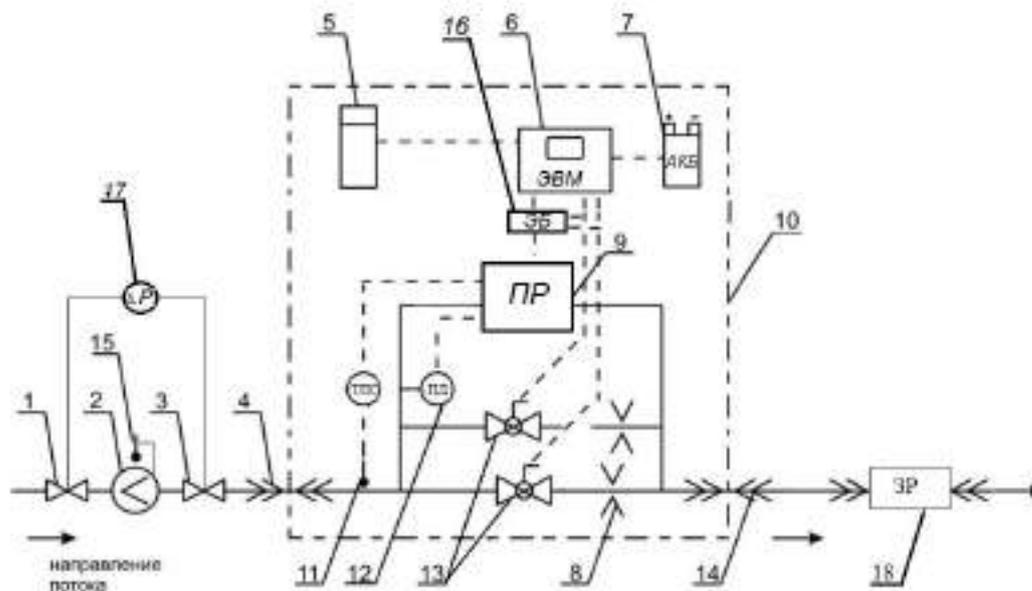

Рисунок 1 – Функциональная схема Установки
Перекрывают подвод газа к поверяемому счетчику, перекрыв запорную арматуру (рисунок 1, позиция 3).
Подсоединяют к системе газоснабжения вводной и выводной шланги установки (рисунок 1, позиции 4 и 14) при помощи быстросъемных наконечников.
1.5.6 При опробовании плавно открывают запорную арматуру (рисунок 1, позиция 3) и запускают потребитель газа (например, одну из горелок газовой плиты).
2.2.5 Подключение Установки к системе газоснабжения с помощью шлангов (позиция 4, 14, рисунок 1) и отключение от нее производится только при выключенном питании Установки и закрытой запорной арматуре (позиция 3, рисунок 1).